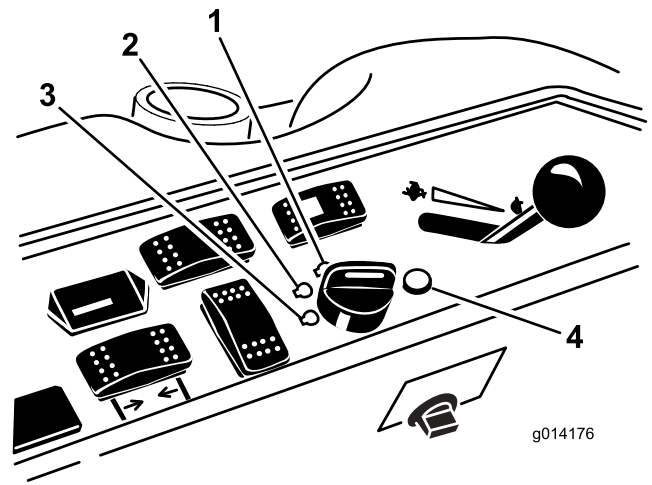

Figura 20
6. Gire la llave de contacto en el sentido de las agujas del reloj a la posición MARCHA (Figura 20).